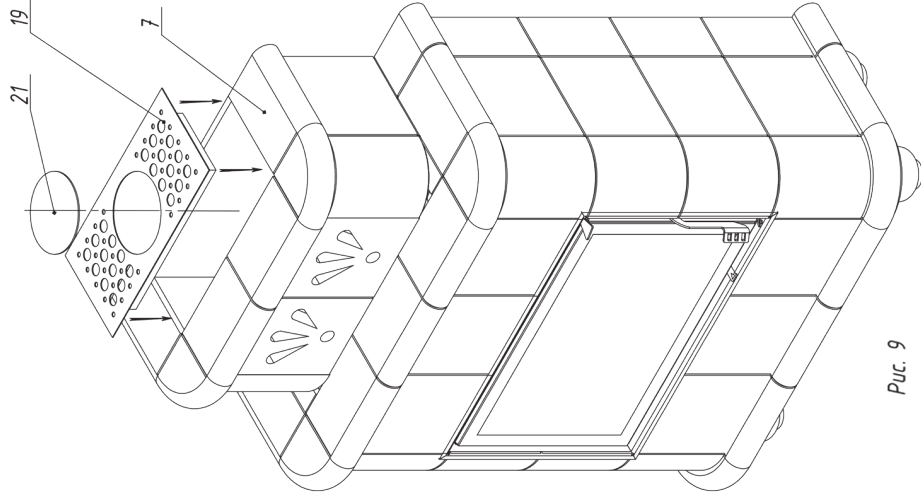

Рис. 9
11. Декоративная крышка 19 и заглушка 21 устанавливается на верхнюю панель 7 (Рис. 9)